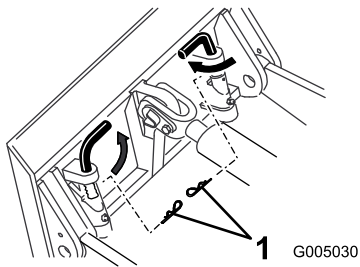

Figura 9
- Algunos modelos más antiguos de la unidad de tracción tienen taladros en los pasadores de muelle y de acoplamiento rápido de la placa de montaje (Figura 9) que permiten la inserción de 2 pasadores de horquilla, lo que es recomendable en recorridos largos. De esta forma se asegura que los pasadores no se aflojen debido a la vibración del arado.